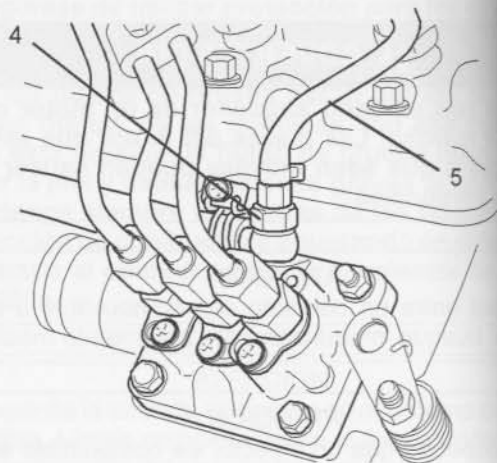

Ilustración 38
4. Afloje el conector (4) ó (6) en la bomba de inyección de combustible.
Nota: Para la ilustración 38, puede ser necesario quitar la manguera de retorno del combustible (5) de la bomba de inyección de combustible.